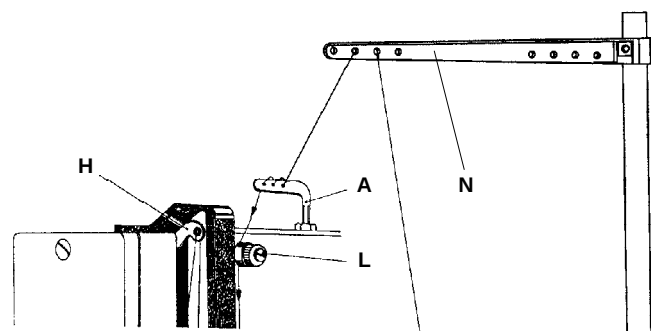

Fig. 1
6.1 Enfilage du fil d'aiguille (Fig. 1, 2)
6.4 Réglage de la tension du fil d'aiguille (Fig. 1, 2, 5)
Dans le cas où la machine est munie d'un coupe-fil (version – 105), il faut prêter une attention particulière au réglage de la tension des fils pour en avoir une fonction correcte. Il faut régler le pré-tendeur (L, Fig.1), lequel influence par sa fonction la longueur du bout du fil d'aiguille qui saillit hors de l'oeil de l'aiguille après avoir coupé le fil. Avec le réglage correct du tendeur, la qualité des points initiaux est bonne et le fil ne sort pas hors de l'aiguille.